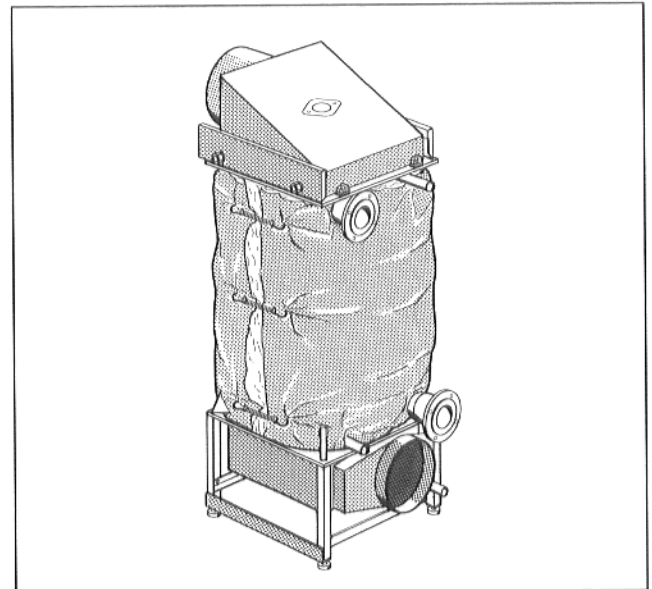

Abb. 6
- Ausschnitte in der Wärmeschutzmatte in Vor- und Rücklaufanschlüsse einhängen und Wärmeschutzmatte um den Gerätekörper legen (Abb. 6).
- Wärmeschutzmatte überlappend mit 3 Spannfedern befestigen (Abb. 6).